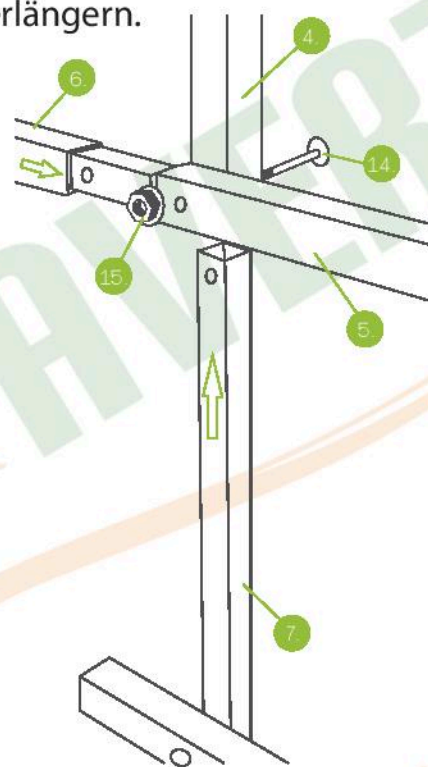

Bild 13.
5.3.6. Schrauben Sie Bogen an montierten Teilen, aber unten festigen Sie T-förmige Beine entsprechend gebohrten Löchern (Bild 13).